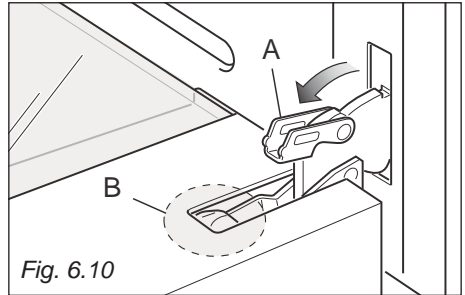
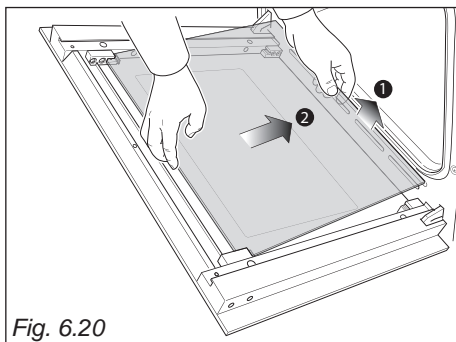

Fig. 6.10
Fig. 6.20
- Låskrokarna "A" öppnas på höger och vänster sida (Fig. 6.10).
- Försiktigt stängs ugnsluckan tills vänster och höger låskrokar fästas till gångjärnen "B" på ugnsluckan (Fig. 6.10, 6.11).
- Försiktigt lyftas botten upp såsom visas med pilen i fig. 6.20. Ta bort luckan genom att dra den från de övre klämmorna såsom visas med pilen 2 i fig. 6.10.